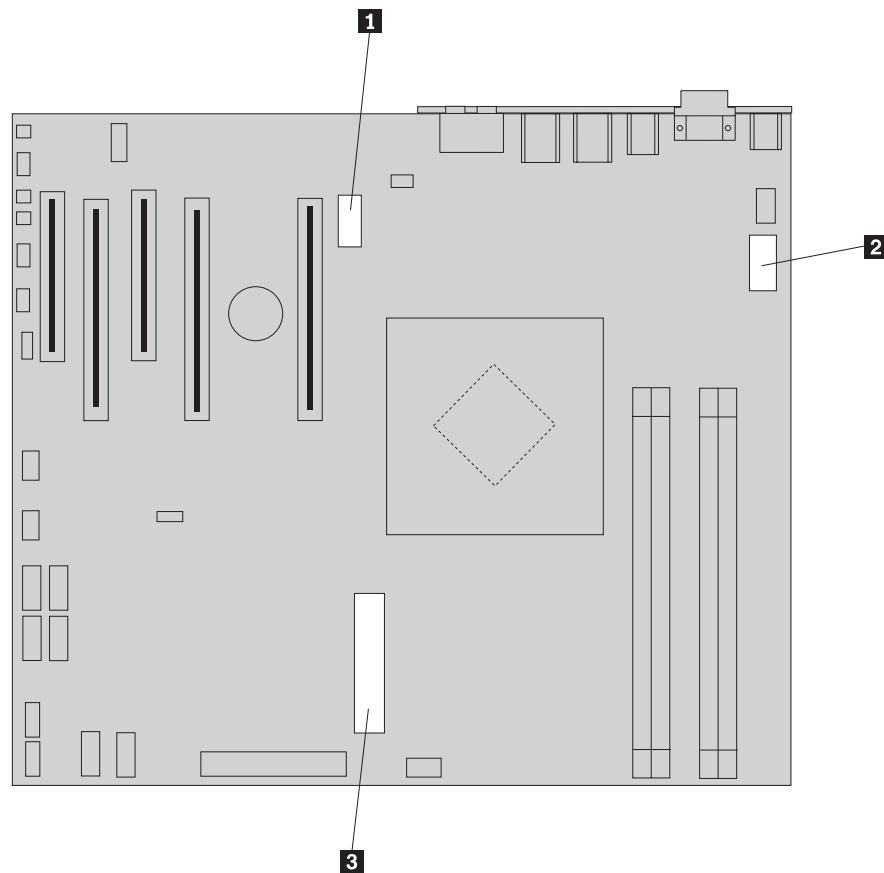

Figura 14. Conectores de la placa del sistema
3. Desconecte los cables de la fuente de alimentación **1**, **2** y **3** de los conectores de la placa del sistema, de todas las tarjetas adaptadoras (algunos modelos) y de todas las unidades. Consulte la Figura 14.